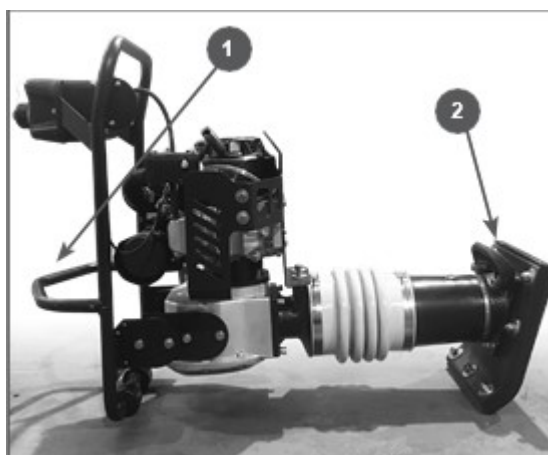

Рис.21 - Транспортирование в горизонтальном положении
4. Измерьте зазор между электродами свечи зажигания специальным щупом. Зазор должен быть 0,7-0,8 мм (Рис. 21). При увеличении или уменьшении требуемого зазора рекомендуется заменить свечу, так как регулировка зазора может привести к изменению качества искрообразования.
Если зафиксировать вибротрамбовку в вертикальном положении невозможно, закрепите устройство на транспортном средстве так, чтобы оно не перевернулось, не упало и не скатилось. Уложите вибротрамбовку так, чтобы двигатель был сверху (Рис. 21), и привяжите ее к транспортному средству за раму и рабочий цилиндр. Вибротрамбовку следует привязывать поперек рабочего цилиндра между трамбуемым башмаком и смотровым отверстием для контроля уровня масла.
Перенос вибротрамбовки к новому участку работы осуществляется за транспортировочную скобу 1 и транспортировочную рукоятку 2 (Рис. 21).